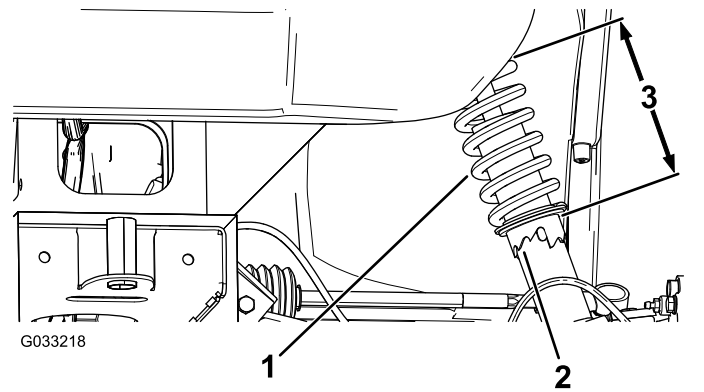

Figura 42
2. Se la campanatura della ruota non è regolata correttamente, usate la chiave fissa per ruotare il collare dell'ammortizzatore per allineare la ruota (Figura 42).